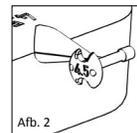
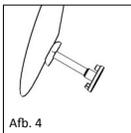

Afb. 1a
Afb. 2
■ **Afb. 1a, 1b/2** De Sizer Disk (Afb. 1a, 1b) voor totale prothesen bezit acht satellietvormig aangebrachte afzonderlijke Sizers van verschillende lengte (3,0-7,0 mm). Op de achterkant van elke Sizer is de betreffende lengte vermeld (Afb. 2). De uitsparingen en boringen dienen om het gewicht te verlagen en om een beter overzicht tijdens de meting in het middenoor te verkrijgen.